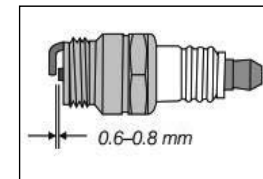

Bild 37
4. Kontrollera avståndet mellan elektroderna med ett bladmått och justera avståndet om det behövs (0,6–0,8 mm). Se bild 37.